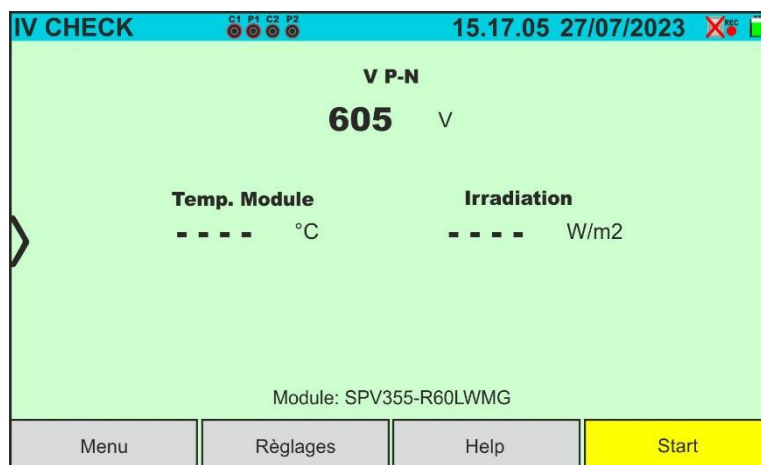

Fig. 73: Test IVCK avec SOLAR03 en enregistrement synchrone en module Monoface
10. Dans le cas de modules **Monoface**, l'écran de la Fig. 73 est présent à l'écran. Les paramètres suivants sont affichés :